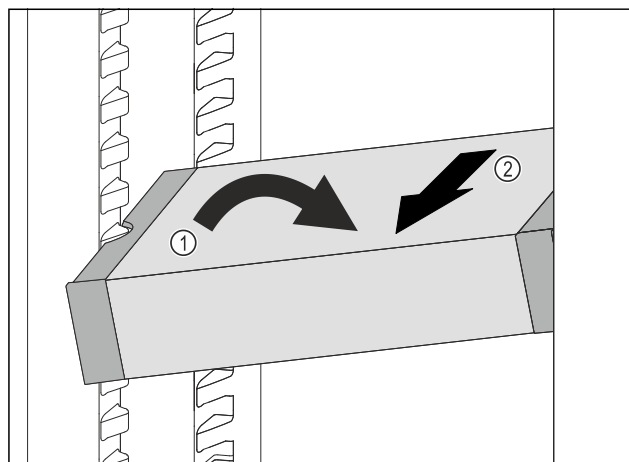

Fig. 89
- ▶ Incliner le VarioSafe dans la partie réfrigérateur. Fig. 89 (1)
- ▶ Sortir le tiroir VarioSafe par l'avant. Fig. 89 (2)